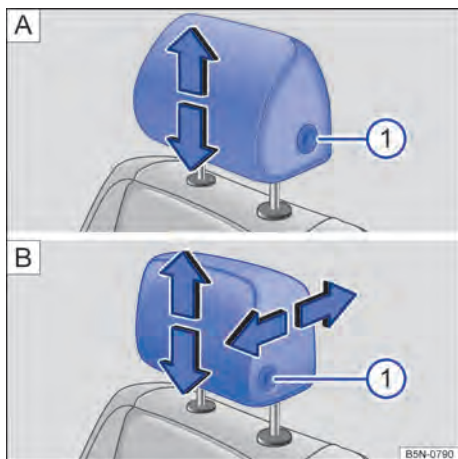
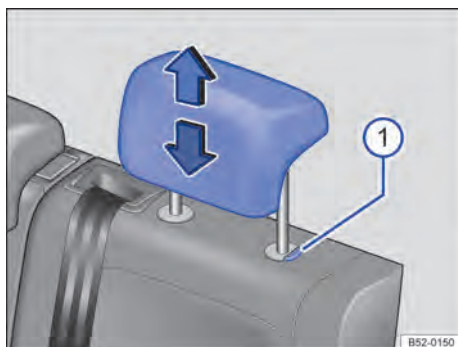

Fig. 98 Ajustar o apoio para cabeça dianteiro: **A** sem possibilidade de ajuste na direção longitudinal, **B** com possibilidade de ajuste na direção longitudinal.
Fig. 99 Ajustar o apoio para cabeça traseiro.
- Empurrar o apoio para cabeça para cima no sentido da seta ou, com o botão → Fig. 98 ⓘ ou → Fig. 99 ⓘ pressionado, empurrar para baixo → ⚠️ em *Introdução ao tema* na página 129.
- Empurrar o apoio para cabeça para frente na direção da seta ou para trás com o botão → Fig. 98 **B** ⓘ pressionado.